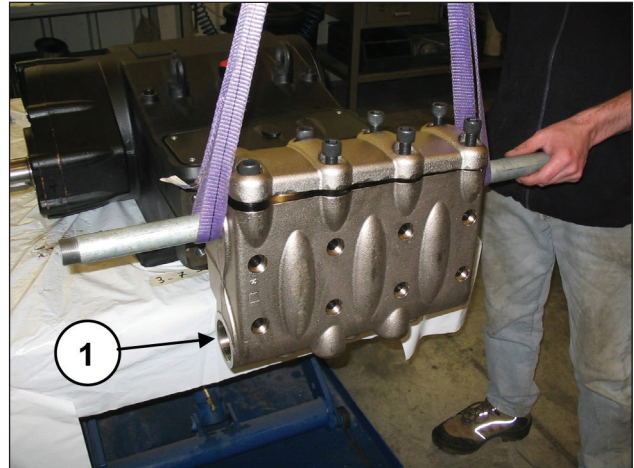
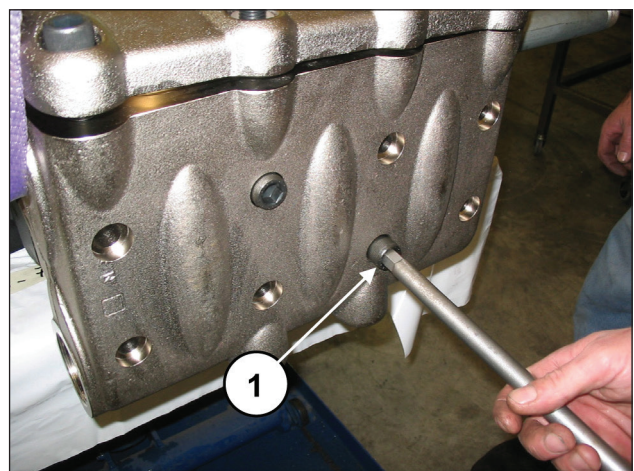

Fig. 117
Fig. 118
Monte o cabeçote no cárter da bomba (pos. ①, Fig. 117) prestando atenção para não bater nos pistões e aperte os 8 parafusos M16x180 (pos. ①, Fig. 118).
**Aperte os oito parafusos M16x180, começando pelos quatro parafusos internos, de modo transversal (ver Fig. 117), para depois prosseguir com os quatro parafusos externos, sempre apertando de modo transversal**